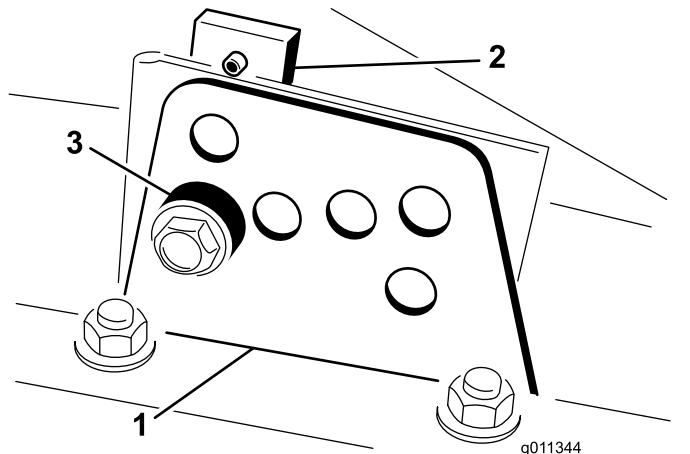

Рисунок 20
регулировки высоты скашивания (с передней и боковых сторон), как показано на Рисунок 20.
4. Удерживая камеру, снимите проставку (Рисунок 20).